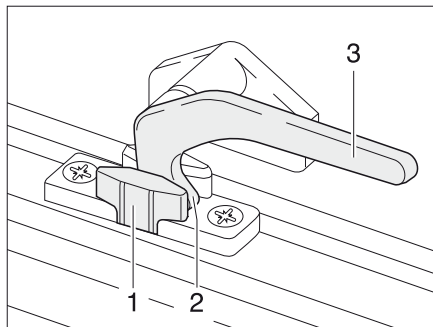

Bild 78 Låsarm i läget "kontinuerlig vädring"
- I läget "kontinuerlig vädring" (Bild 78)
- Sväng låsarmen (Bild 78,3) ett kvarts varv mot fönstrets mitt.
- Sväng låsarmen ett kvarts varv mot fönsterkarmen. Därvid måste låsspaken (Bild 78,2) föras in i spåret på fönsterlåset (Bild 78,1).